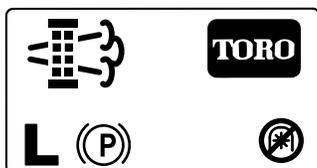

Рисунок 51
**Примечание:** На главном экране отобразится значок «Механизм отбора мощности выключен» (Рисунок 51).
**Примечание:** На главном экране отобразится значок «Механизм отбора мощности выключен»; см. Рисунок 51 в разделе Сообщения о стационарной регенерации \(страница 42\).